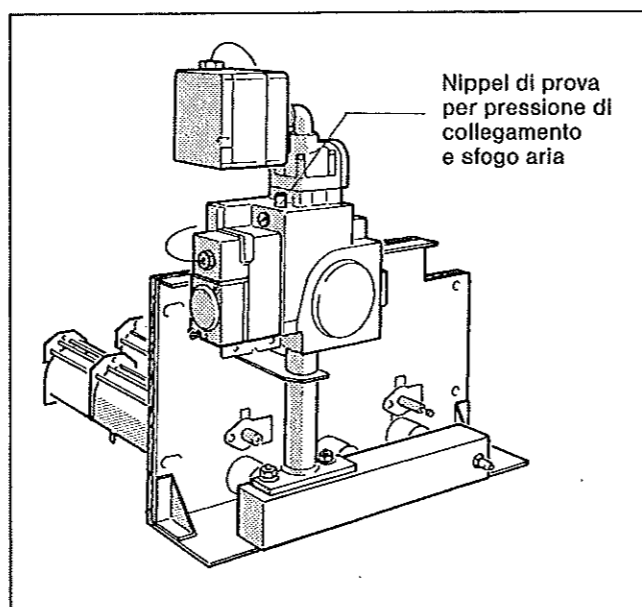

Fig. 2: Bruciatore a gas G_224 L con «Honeywell» VR 4905
- Sfiatare l'aria dalla tubazione di alimentazione del gas allentando un poco la vite del nippel di prova per la pressione di collegamento e per lo sfogo d'aria applicato agli annessi del bruciatore a gas (Fig. 2 e 3). Sfiatare fino a quando non esce più aria e riavvitare quindi il nippel di prova.